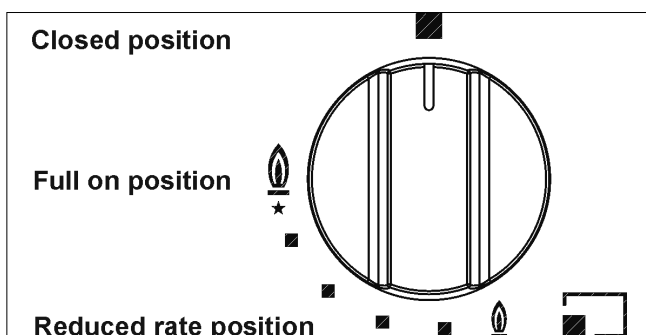

ABB. 1
Drücken Sie den für den gewünschten Brenner zuständigen Schalter und drehen Sie ihn gleichzeitig gegen den Uhrzeigersinn bis zum Maximum (große Flamme Abb. 1) und führen Sie ein entzündetes Streichholz an den Brenner.
Drücken Sie den für den gewünschten Brenner zuständigen Schalter und drehen Sie ihn gleichzeitig gegen den Uhrzeigersinn bis zum Maximum (große Flamme Abb. 1), in dieser Position den Schalter ganz eindrücken.
Bei mit einem Sicherheitsthermoelement ausgestatteten Brennern drehen Sie den Schalter gegen den Uhrzeigersinn bis zum Maximum (große Flamme Abb. 1), wenn Sie einen leichten Widerstand fühlen, drücken sie den Schalter und wiederholen Sie die oben aufgeführten Handlungen. Nach erfolgter Entzündung halten sie den Schalter noch ca. 10 Sekunden gedrückt.
- Wenn das Wasser (oder die Speise) kocht, drehen Sie den Regulierungsschalter auf die Minimalposition (kleine Flamme Abb. 1).
- **die Entzündung der mit einem Sicherheitsthermoelement ausgestatteten Brenner kann nur erfolgen, wenn sich der Regulierungsschalter auf der Maximalposition befindet (große Flamme Abb. 1).**